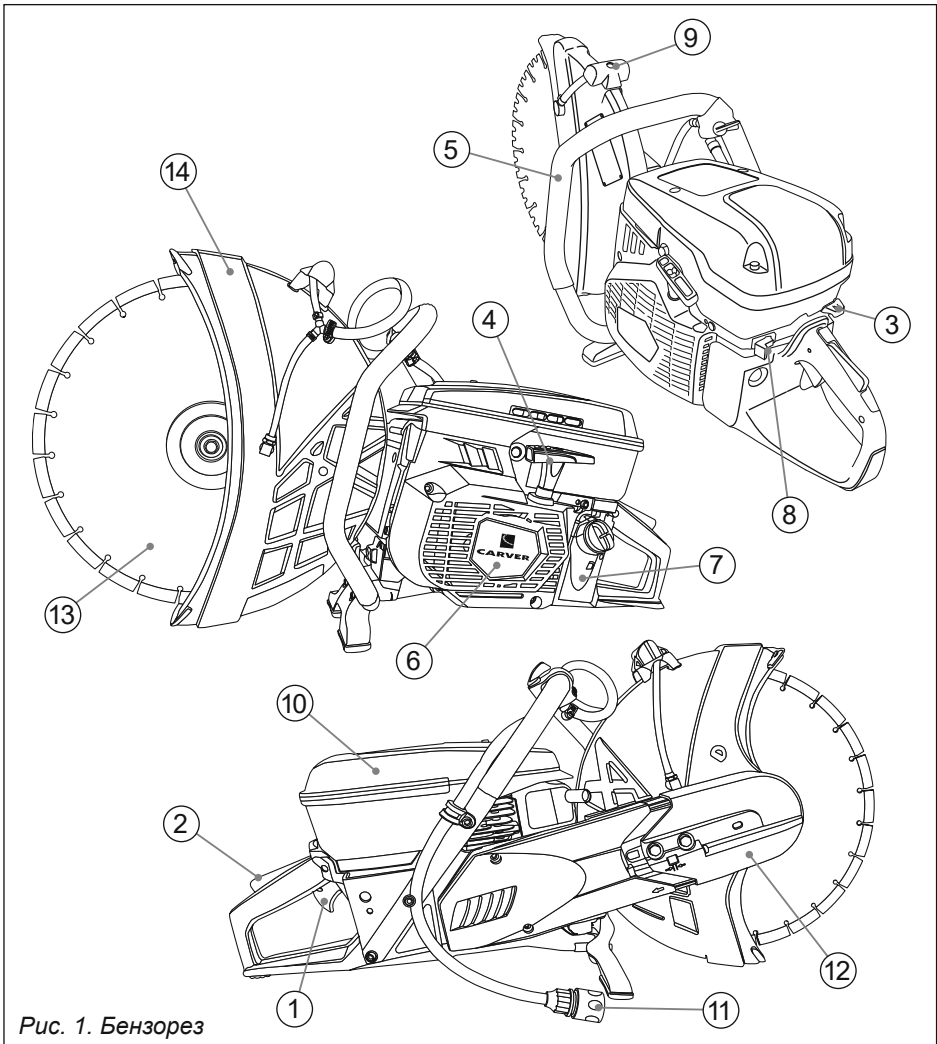

Рис. 1. Бензорез
4. ОСНОВНЫЕ ЧАСТИ И УЗЛЫ БЕНЗОРЕЗА (рис. 1)